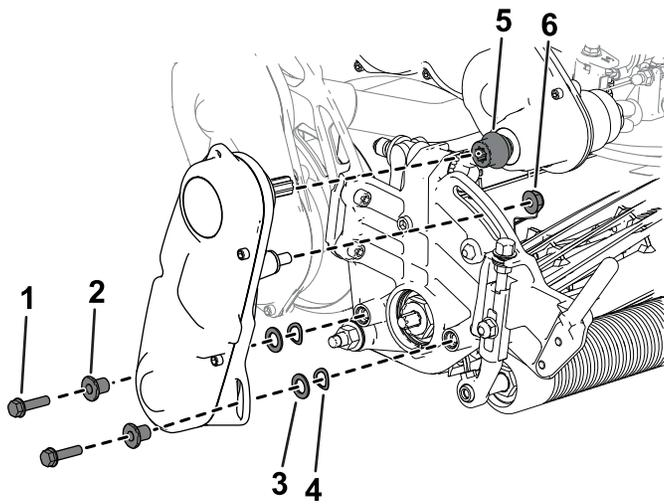

Bild 38
6. Verwenden Sie die zuvor entfernten Innensechskantschrauben, Unterlegscheiben und Distanzstücke, um die Spindeltriebsbaugruppe an der Seitenplatte des Mähwerks zu befestigen (Bild 38).
Stellen Sie sicher, dass die Spindeltriebswelle an der Kupplung der Getriebeantriebswelle befestigt ist (Bild 38).